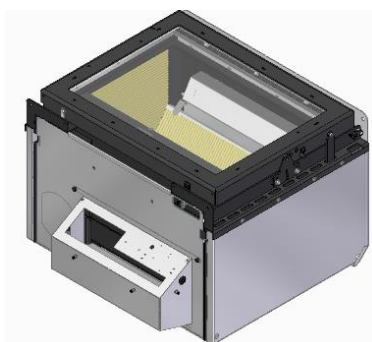

Figura 53 – Remoção das micro-juntas do fundo
- b. Fixação do kit de ventilação por baixo do equipamento, no fundo, conforme mostra a imagem, ver Figura 53.